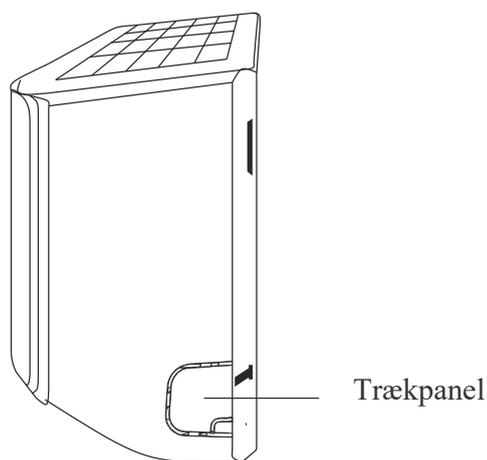

Fig. 3.3
2. Behold trækpanelet på enheden, hvis væghullet er placeret bag enheden. Hvis væghullet er placeret ved siden af enheden, skal du fjerne plasttrækpanelet fra den pågældende side af enheden. Se **fig. 3.3**. Derved skabes der en åbning, hvor røret kan føres ud af enheden. Brug en spidstang, hvis det er vanskeligt at fjerne plastpanelet med hånden.